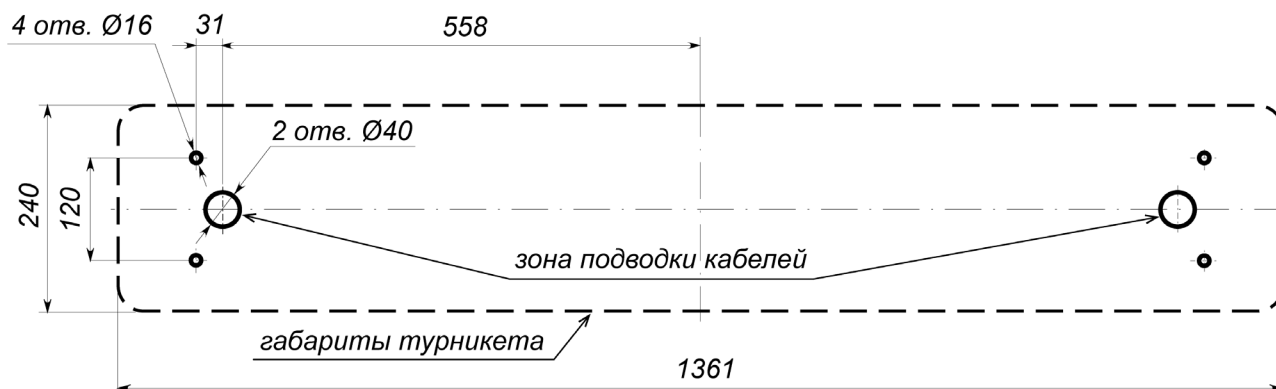

Рисунок 15. Схема разметки для установки стойки турникета¹
2. Подготовьте в полу отверстия под гильзы анкеров для крепления стойки турникета согласно рис. 15.
8. При необходимости произведите установку платы внешнего контроллера СКУД внутри стойки турникета на кронштейне (9, рис.15) и подключите его к плате управления CLB (см. разд.8.4).
9. Подключите кабель ПДУ (10) или приемник РУ к выносной клеммной колодке **XTU2** (см. разд.8.4) или к внешнему контроллеру СКУД (см. РЭ на контроллер).
12. Распакуйте боковые модули (6 или 13) (ящик №2) и боковые крышки (8) (упакованы отдельно).